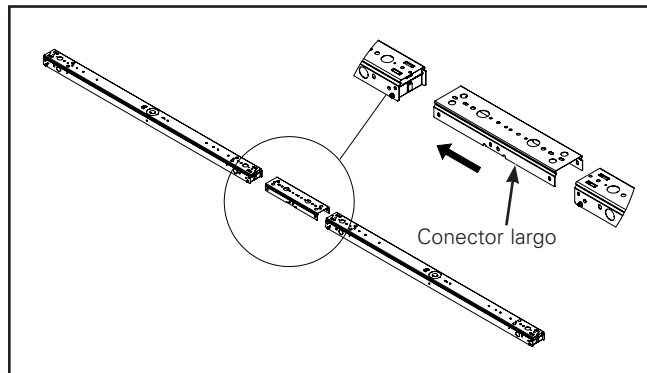

Figura 2.
2. Coloque el dispositivo de unión de canales en uno de los canales. (Figura 2.)